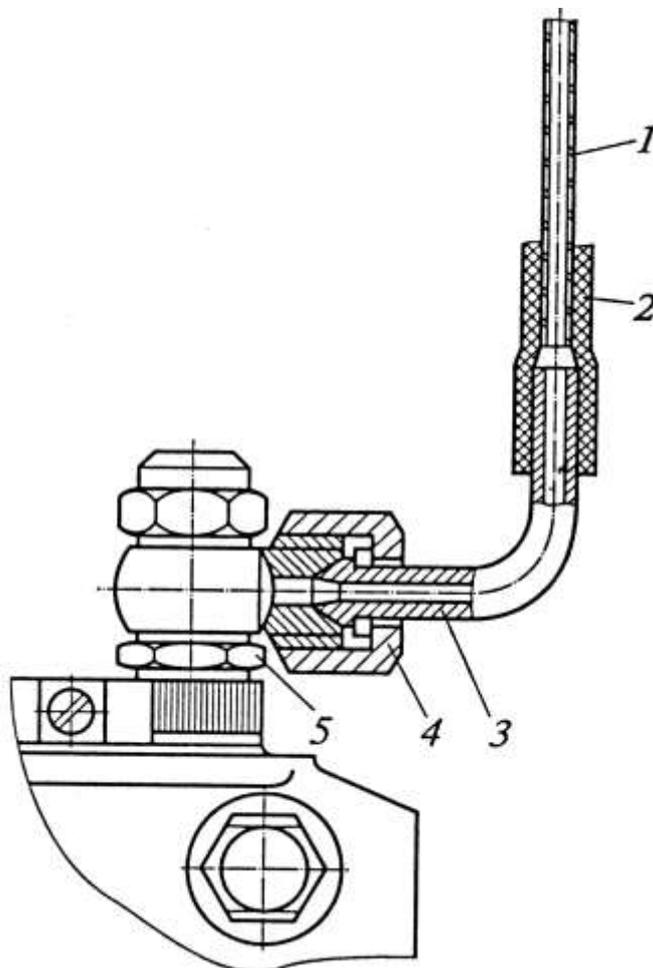

Рис. 7. Моментоскоп, установленный на штуцере топливного насоса
- вверните штуцер на место и закрепите на нём с помощью накидной гайки моментоскоп (рис. 7);